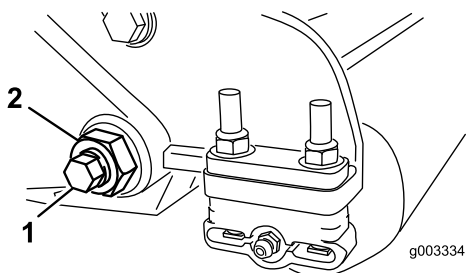

図 27
- ベッドバー・ボルト (図 27) を固定しているロックナット (機体両側) をゆるめる。
- 各ベッドバー・ボルトを抜いて、ベッドバーを下に引き抜いて外す (図 27)。ベッ